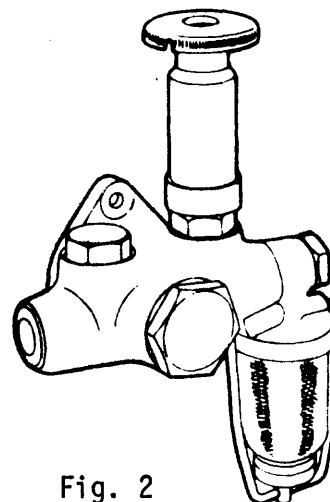

Fig. 2
*Bomba de Transferencia de Pistón (fig. 2)*